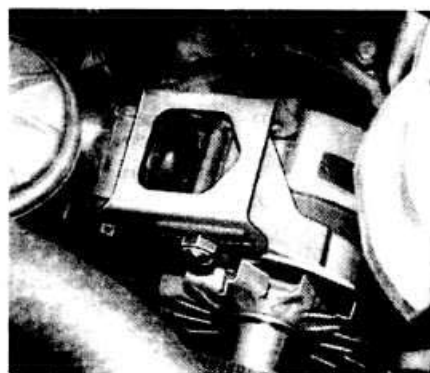

Рис. 14-2. Расположение регулировочного болта натяжителя ремня привода генератора автомобилей с 4-цилиндровым бензиновым двигателем
- Динамометрическим ключом затянуть регулировочный болт натяжителя ремня моментом 0,7 кгс.м (рис. 14-2).